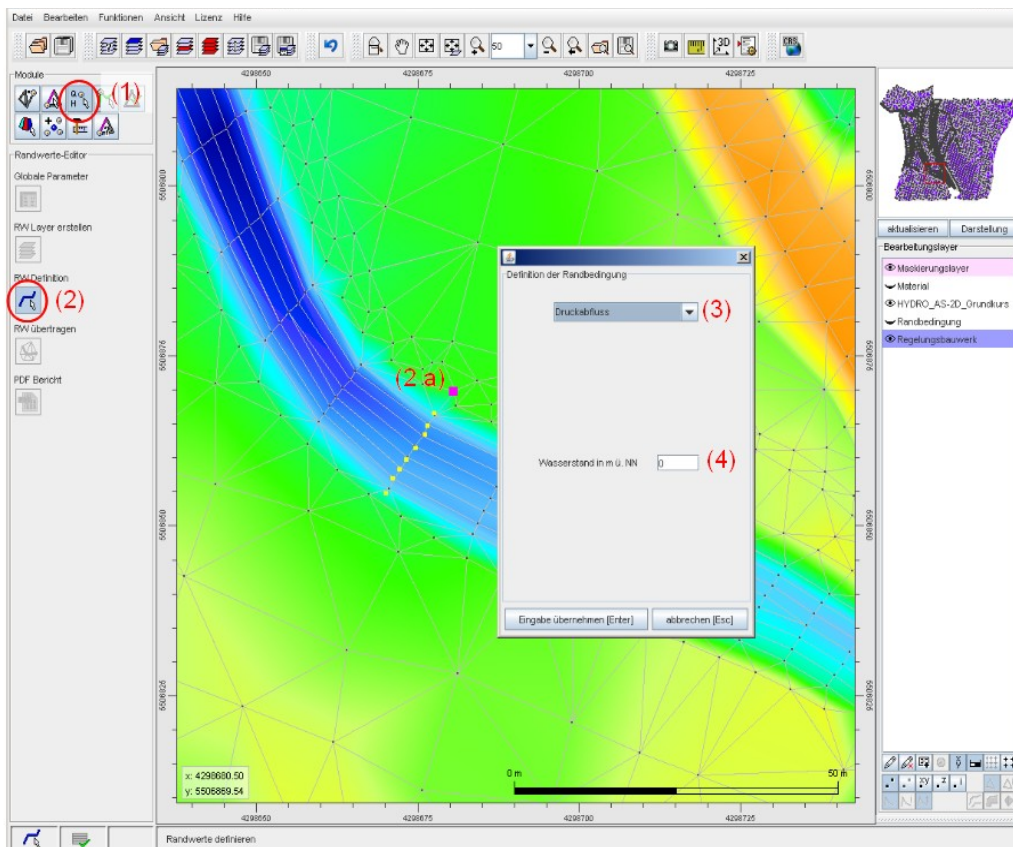

Abbildung 22: Randbedingung Regelungsbauwerk KUK / Druckabfluss.
Nach dem Erzeugen der Knoten, wird zur Definition der Randbedingung in das Modul 'Randwerte-Editor' (1) gewechselt (vgl. Abbildung 22). Hier können mit der Funktion 'RW Definition' (2) Randwerte definiert werden, indem die zuvor erzeugten Knoten angeklickt werden (2a). In dem sich anschließend öffnendem Fenster kann der Randbedingungstyp ausgewählt werden (hier: KUK / Druckabfluss) (3). Nun kann für die Bauwerksunterkante (KUK [m ü NN]) ein Wert eingegeben werden (4). Durch klicken der rechten Maustaste können mehrere Randbedingungen gleichzeitig über unterschiedliche Selektionsmechanismen definiert werden.